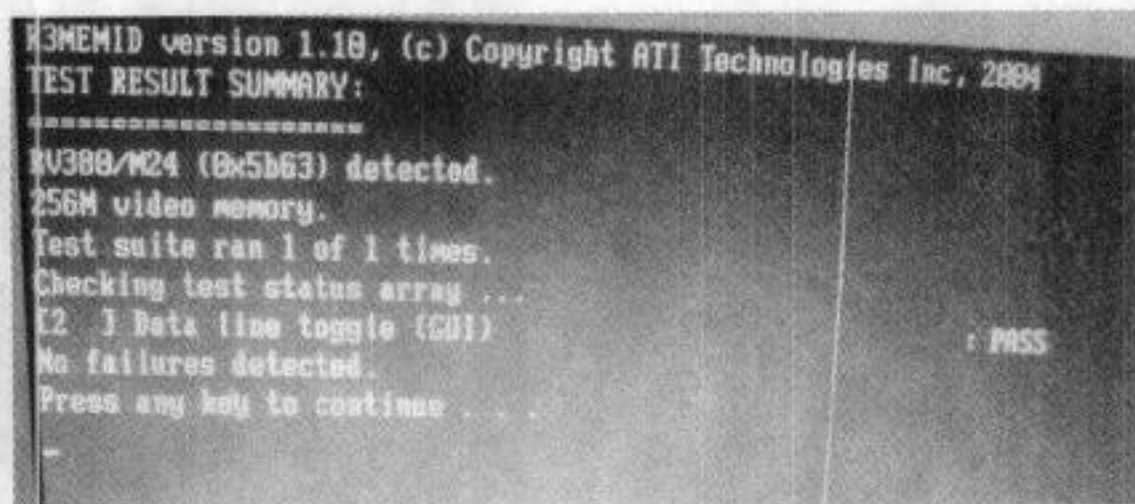

图 5-96 测试通过
(13) 判断这个电阻坏了, 更换一个后, 检测通过, 如图 5-96 所示。